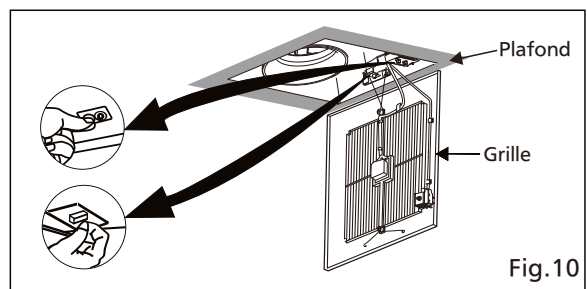

Fig.10
13. Réglez Pick-A-Flow commutateur; s'il est utilisé, régler le module à plusieurs vitesses touche de présélection FV-VS15VK1. (Voir Fig.10)